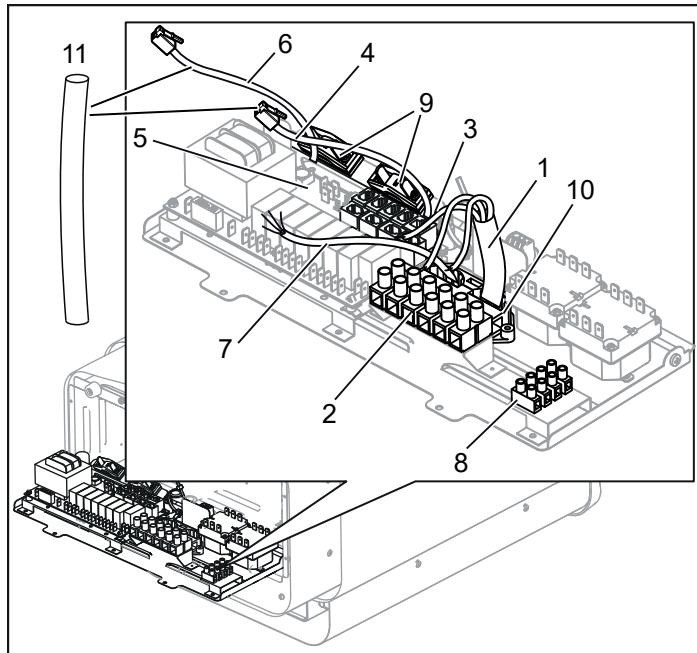

Figure 10 : Circuit imprimé
- Raccordez le câble électrique (1) au bornier (2) (voir figure 10), en suivant le schéma de raccordement (voir la section Schéma de raccordement/branchement, page 31).
- Acheminez les câbles du panneau de commande et de la sonde de température à travers les passe-câbles (3). Raccordez le câble du panneau de commande (4) à l'un des quatre connecteurs RS485 (positions 6-9) (voir figure 10), en suivant le schéma de raccordement (voir la section Schéma de raccordement/branchement).
- Combi Pure** : Raccordez le câble du capteur (6) au contact NTC sur le circuit imprimé (position 1) (5) conformément au schéma de connexion (voir la section Schéma de câblage et de connexion, page 31).